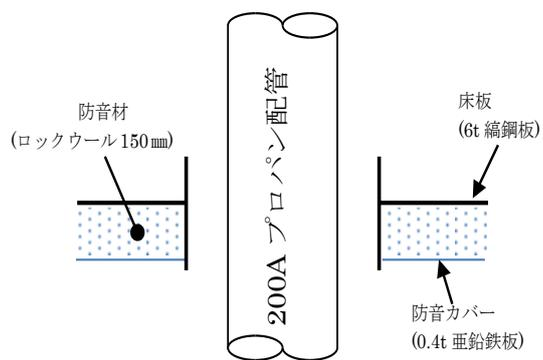

図2 防音・防振施工(改善後)
<p>事業所側で講じた対策(再発防止対策)</p> <p>①配管と防音施工を縁切ること、雨水等が滞留しない構造とした。(図2参照)</p> <p>②①の対応により日常パトロールで、容易に外表面視が行えるようにした。</p> <p>③床貫通部の防音施工の開口部と防音・防振材は接触としないことを基準化した。</p> <p>④外面腐食点検(ライン管理(8年周期点検))では、全ての配管付属品を取外して点検を行うことを徹底した。</p> <p>⑤外面腐食に関する事例等により、配管点検に関する再教育を徹底した。</p>